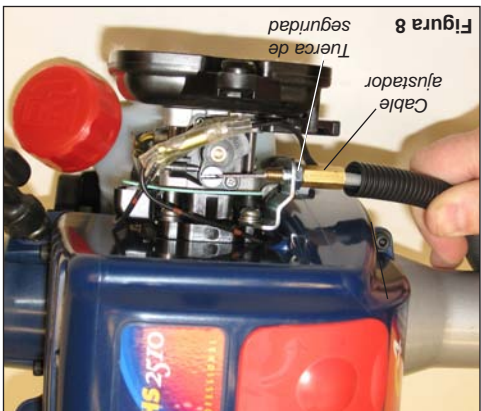

Figura 8
2. Aloje la tuerca de seguridad en el cable ajustador. Consulte la figura 8.
3. Gire el cable ajustador hacia dentro o fuera como sea requerido para obtener la holgura apropiada 3/16-1/4 pulgadas (4.6 mm). Consulte la figura 8.